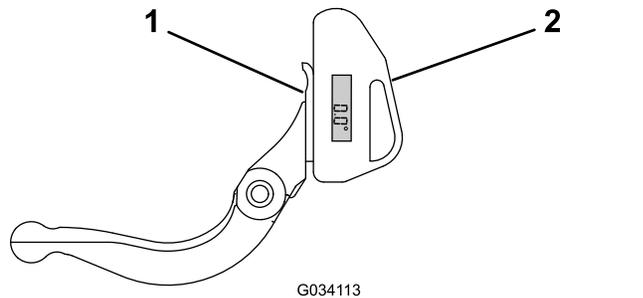

Figura 25
1. Coloque o indicador de ângulo no lado inferior da lâmina de corte, como se ilustra na Figura 25.